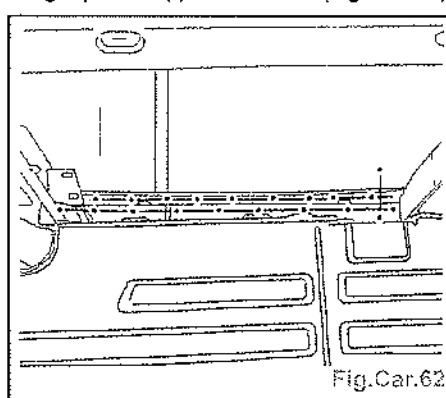

Fig. Car.62
- Préparer les bords d'accostage et les protéger par un apprêt soudable (Fig. Car.62).